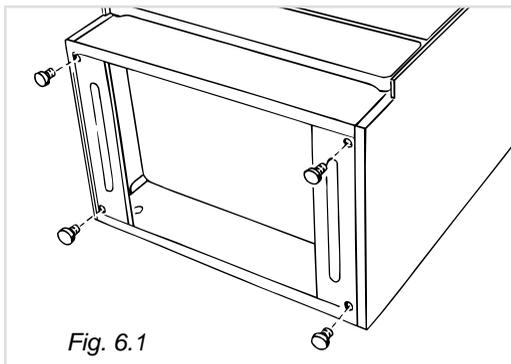

Fig. 6.1
- Montare i piedini di appoggio per evitare di danneggiare il pavimento. Per fare ciò, adagiare la cucina sul pavimento, come illustrato in fig. 6.1, ed innestare a pressione i 4 piedini in dotazione negli appositi fori.